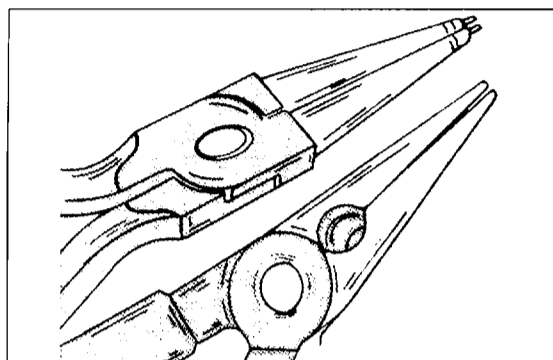

Bild 9
lassen, ohne dass man sie dabei beschädigt. Selbstverständlich kann er auch zum Anziehen verwendet werden, um einen gasdichten Sitz zu gewährleisten. Ebenfalls oft benötigt werden Seegerringzangen, da Getrieberäder, Wellen und ähnliche Teile meist durch Sicherungsringe gehalten werden, die sich mit einem Schraubenzieher nur schwer entfernen lassen. Es sind zwei Typen von Seegerringzangen erhältlich, einer für die Außensicherungsringe, welche mit der in Bild 8 gezeigten Zange geöffnet werden und eine für Innensicherungsringe. Sie sind mit geraden oder abgewinkelten Klauen erhältlich. Abgesehen von diesen Zangen schaffen Sie sich Zangen der in Bild 9 gezeigten Ausführungen an, d. h. Seitenschneider, Kombizange und Wasserpumpenzange.
- Kombizange, Wasserpumpenzange (Länge mindestens 240 mm) und Seitenschneider biegen, halten, drehen und trennen so ziemlich alle Materialien an Ihrem Fahrzeug. Die entsprechenden Zangen wurden bereits in Bild 9 gezeigt.